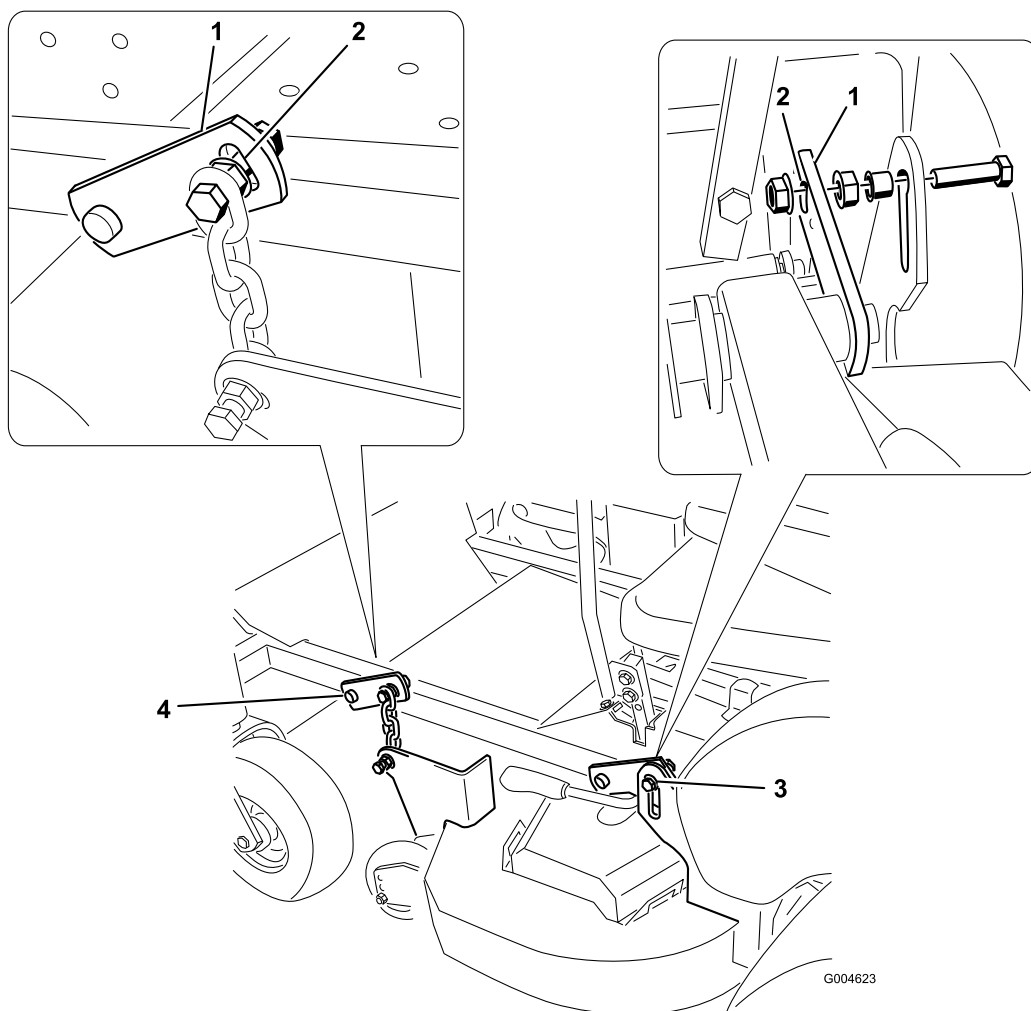

Figure 52
7. Desserrez les boulons reliant les deux chaînes et les deux supports arrière au plateau de coupe (Figure 52).
8. Ajustez les deux boulons arrière de sorte à les placer au centre de la fente située dans le support de pivot (Figure 52).
10. Réglez le boulon avant côté éjection de sorte à le placer au centre de la fente située dans le support de pivot (Figure 52).